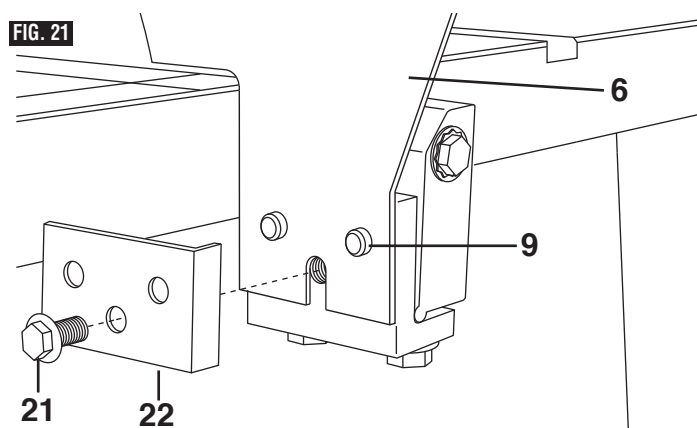

FIG. 21
2. Remove flanged hex bolt **21** and remove clamping plate **22** (Fig. 21).
3. Position spreader **6** over bumps **9**, then position clamping plate **22** as shown over bumps **9** and securely tighten flanged hex bolt **21** (Fig. 21).
2. Dévissez le boulon hexagonal à collerette **21** et enlevez la plaque de bridage **22** (Fig. 21).
3. Placez le séparateur **6** sur les bossages **9**, puis positionnez la plaque de bridage **22** comme indiqué sur les bossages **9** et serrez fermement le boulon hexagonal à collerette **21** (Fig. 21).
2. Quite el perno de cabeza hexagonal con pestaña **21** y quite la placa de fijación **22** (Fig. 21).
3. Posicione el separador **6** sobre los salientes **9**, luego posicione la placa de fijación **22** de la manera que se muestra en la ilustración sobre los salientes **9** y apriete firmemente el perno de cabeza hexagonal con pestaña **21** (Fig. 21).